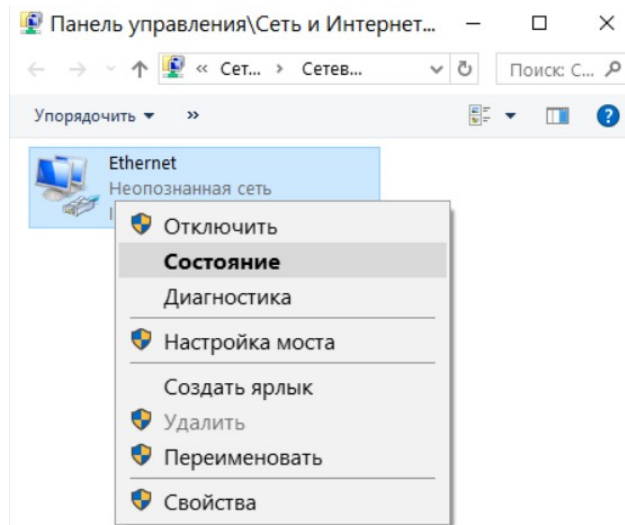

Рис. 20: Окно «Сетевые подключения»
6. В окне *Центр управления сетями и общим доступом* нажмите **Изменение параметров адаптера**. Откроется окно *Сетевые подключения* (Рис. 20).
1. В меню *Пуск* выберите **Панель управления > Сеть и Интернет > Центр управления сетями и общим доступом > Изменение параметров адаптера**. Откроется окно *Сетевые подключения* (Рис. 20).